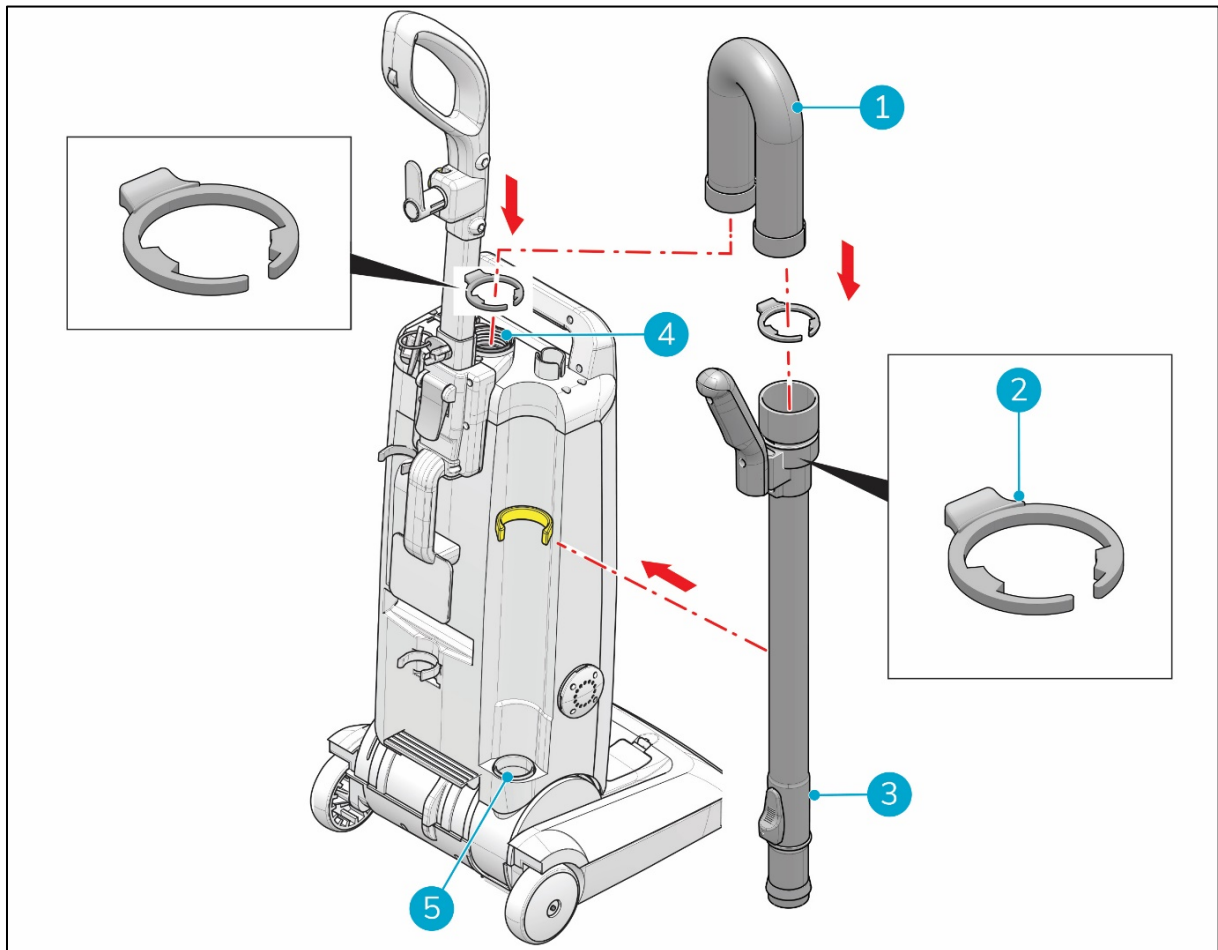

Figura 9
1. Inserta un lado de la manguera (Figura 9, pos. 1) en el lado ancho del tubo telescópico (Figura 9, pos. 3) mientras presionas el clip (Figura 9, pos. 2).
2. Inserta el otro lado de la manguera en la parte superior del cuerpo (Figura 9, pos. 4) mientras presionas el clip (Figura 9, pos. 2).
3. Introduce el lado estrecho del tubo telescópico en la abertura redonda (Figura 9, pos. 5) de la parte inferior del cuerpo.